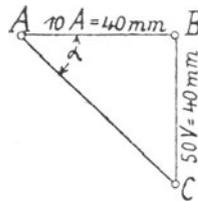

Fig. 183.
$$\text{tg } \alpha = 5 \Omega = \frac{5 \text{ V}}{1 \text{ A}} = \frac{50 \text{ V}}{10 \text{ A}}, \text{ d. i. } \frac{50 \cdot 0,8 \text{ mm}}{10 \cdot 4 \text{ mm}} = \frac{40 \text{ mm}}{40 \text{ mm}} \\ = \frac{\overline{BC}}{\overline{AB}} \text{ (Fig. 183).}$$
Wie groß ist der Widerstand w , wenn in der Fig. 183 $1 \text{ A} = 3 [2] (0,5) \text{ mm}$, $1 \text{ V} = 2 [1,5] (4) \text{ mm}$ vorstellt?